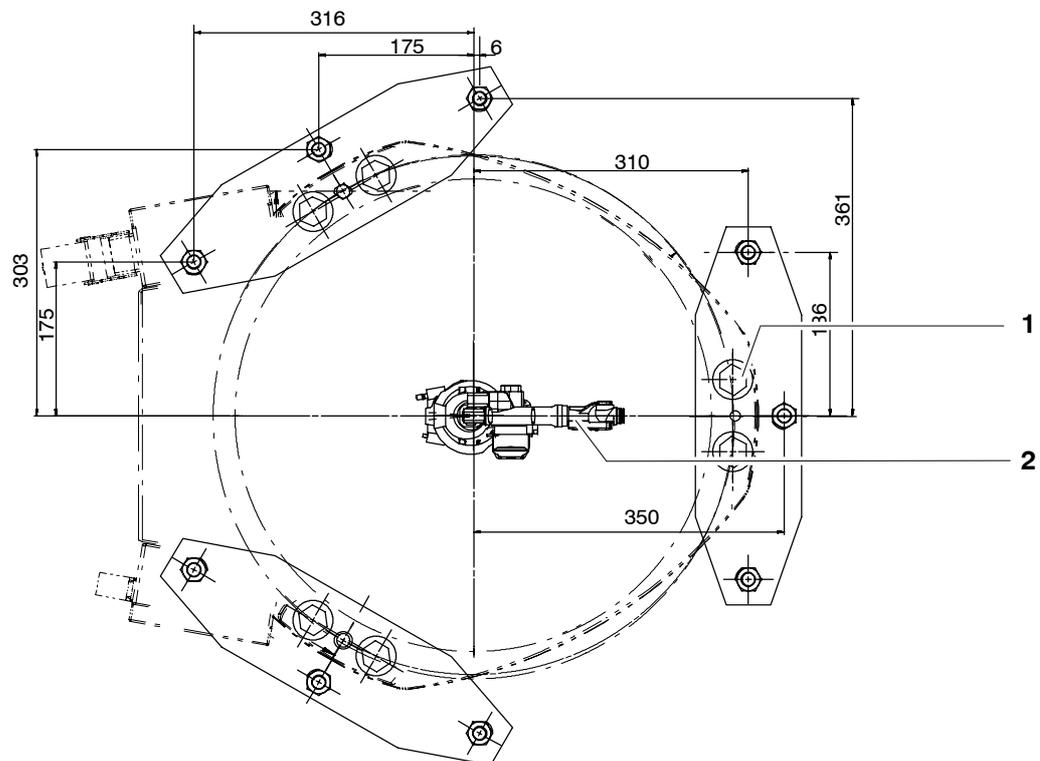

Fig. 51 Plaques de fondation
- (1) Soulever le manipulateur avec le chariot élévateur à fourches ou le dispositif de levage.
- (2) Fixer trois plaques de fondation (Fig. 51/2) au manipulateur (3) avec respectivement deux vis à tête hexagonale (1) M20x70-8.8, sans oublier les rondelles-freins.
- (10) Percer neuf trous pour les chevilles (Fig. 51/1) par les trous des plaques de fondation. Profondeur de perçage dans le béton : 125 mm.